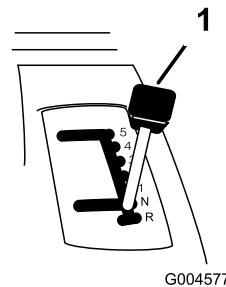

Figura 12
3. Portate il selettori della velocità di trazione in folle (N) (Figura 12).